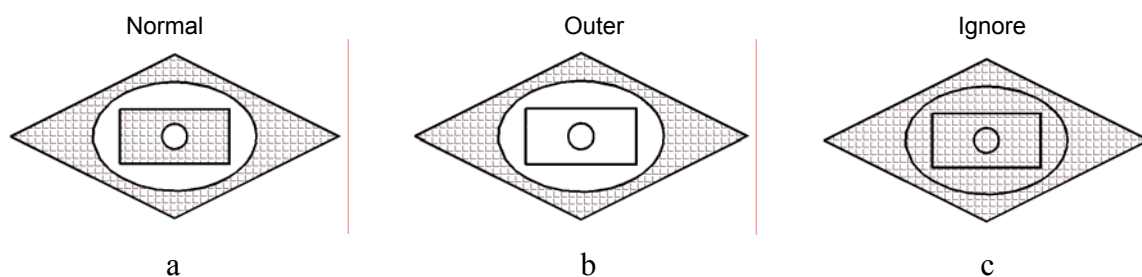

Fig. U9.4
- *Normal* în care sunt hașurate zonele impare (Fig. U9.4, a) ;
- *Outer* în care se hașurează prima zonă întâlnită (Fig. U9.4, b);
- *Ignore* în care se hașurează întreaga suprafață ignorând insulele (Fig. U9.4, c).